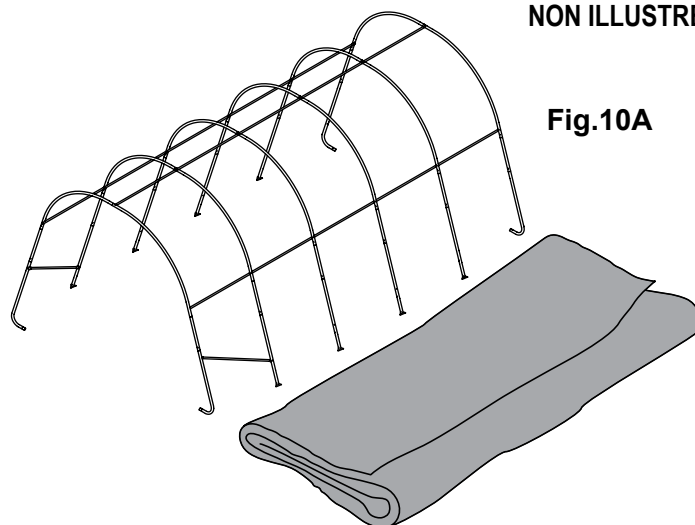

Fig.10A
**A.** Étalez la toile sur le sol à côté de l'armature en plaçant l'intérieur de la toile (côté avec les fourreaux pour tuyaux) vers le bas et les courroies avant et arrière vers les coins de l'abri. Centrez la toile entre l'avant et l'arrière de l'armature (fig. 10A).